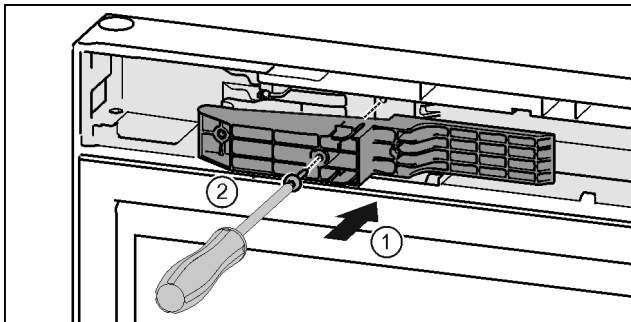

Fig. 48 *
- ▶ Sätt adaptern på handtagssidan i urtaget. Fig. 48 (1)*
- ▶ Dra åt skruvarna med skruvmejsel T15. Fig. 48 (2)*